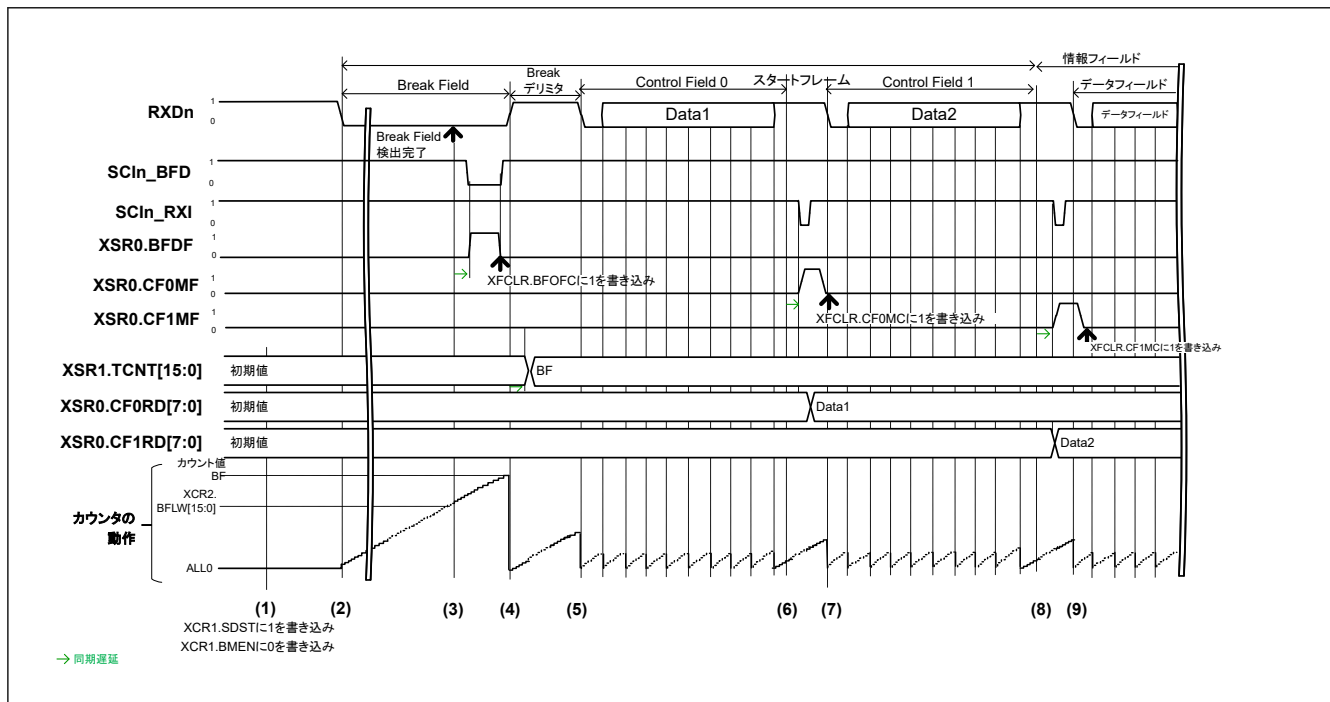
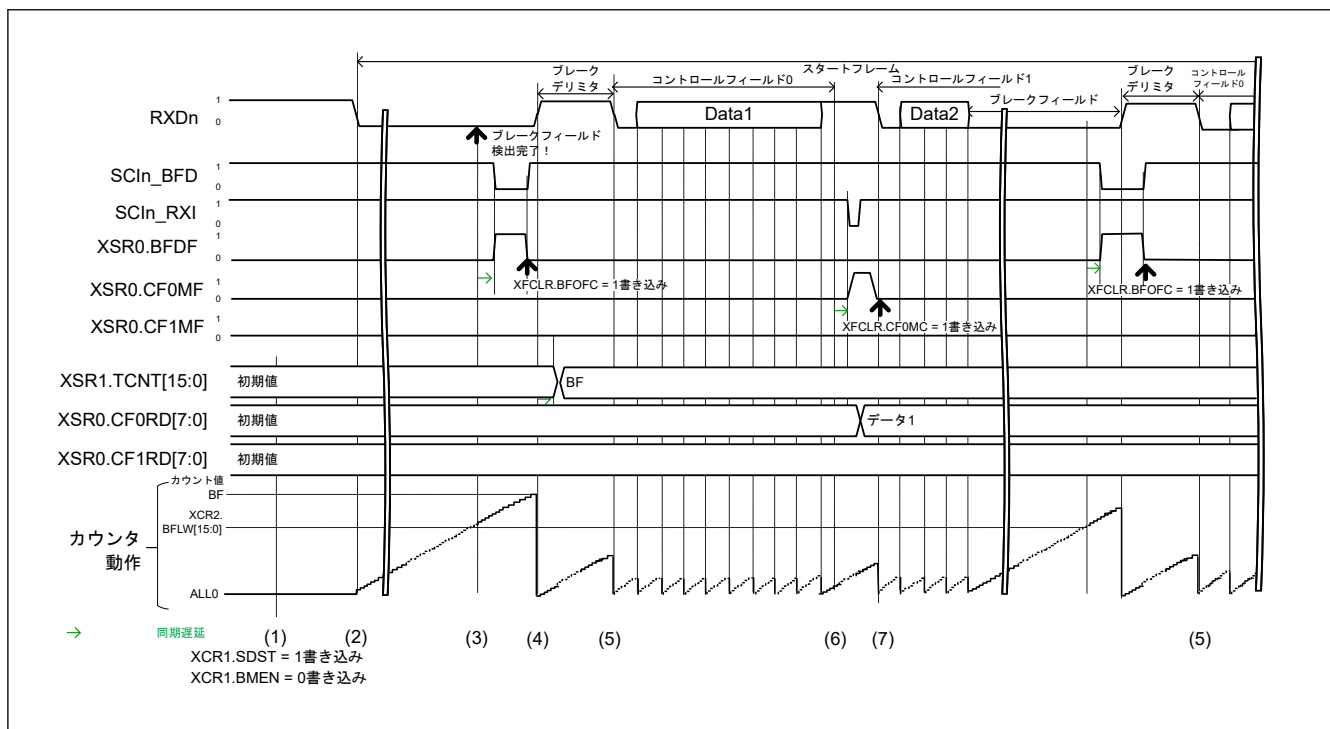
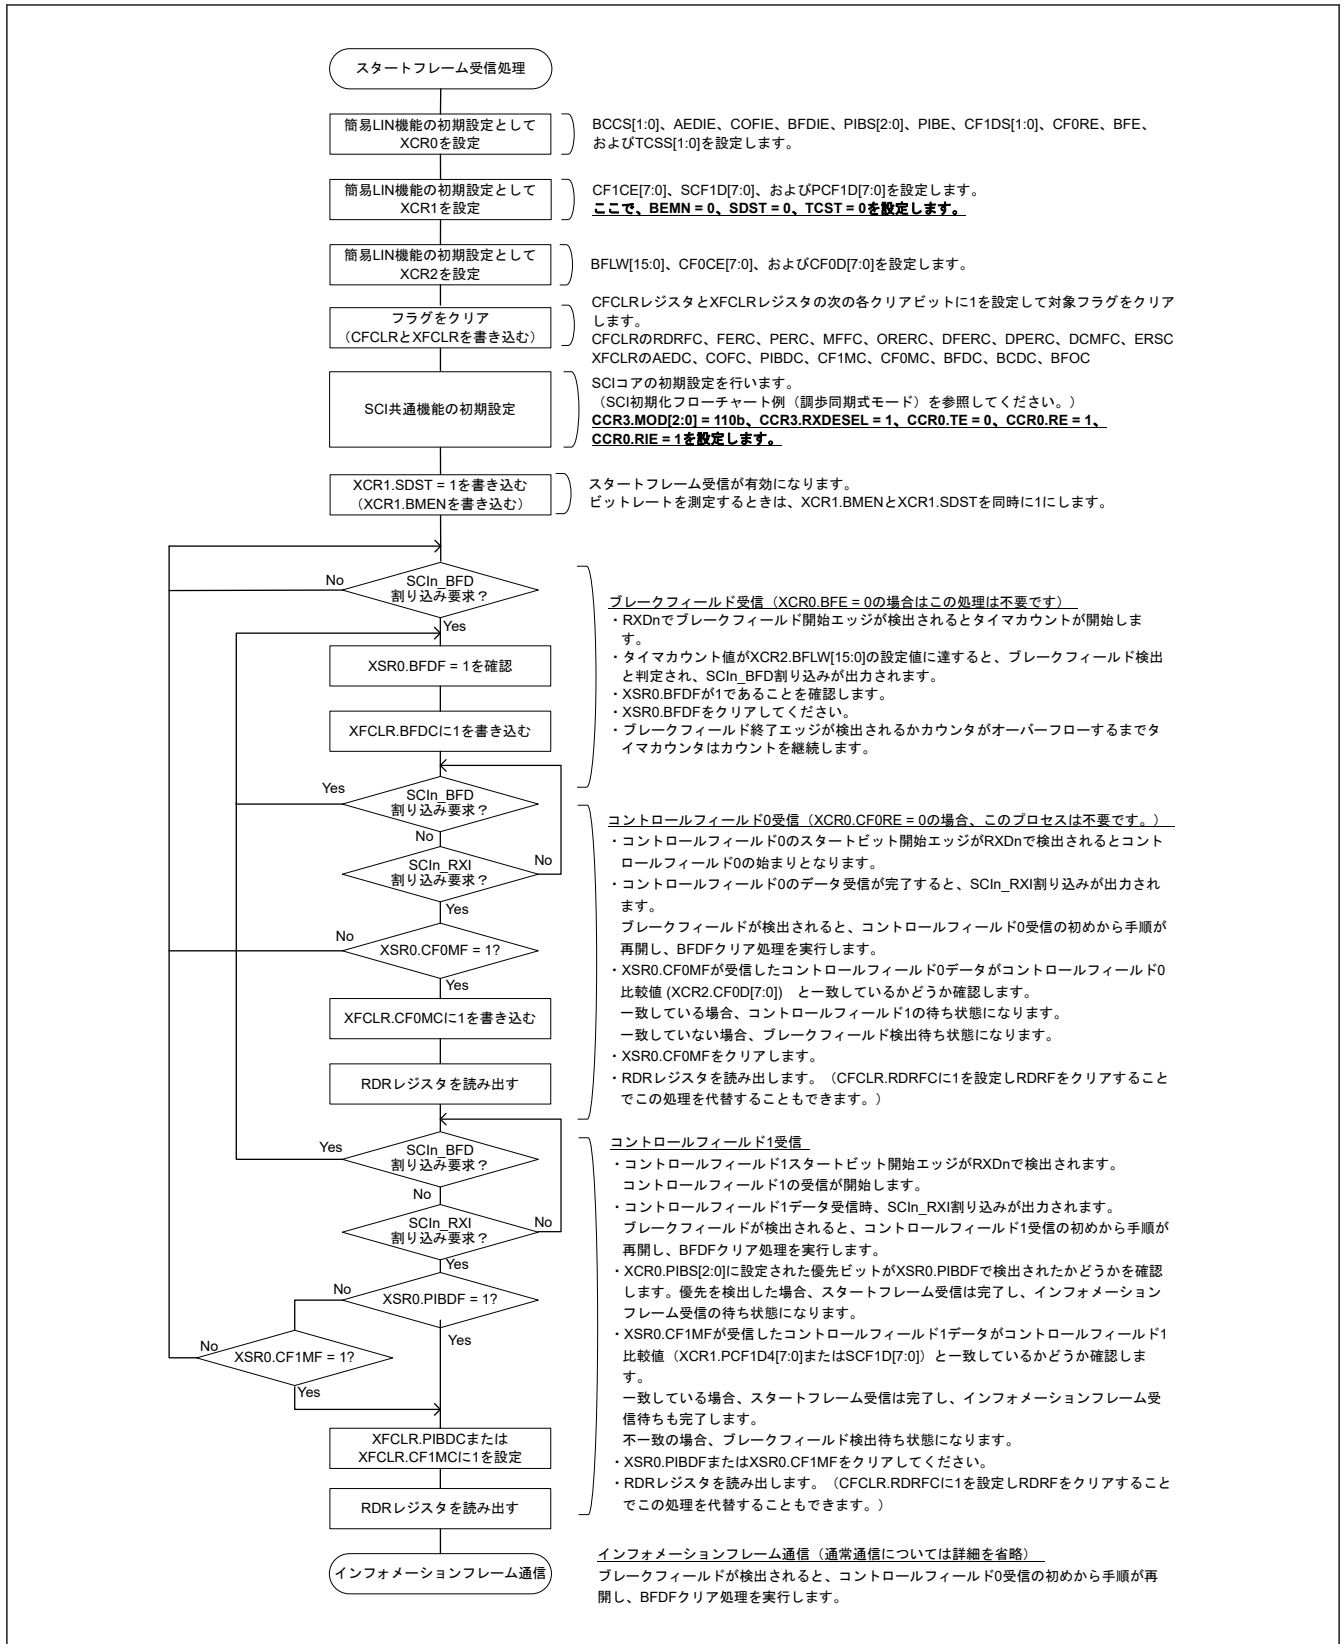
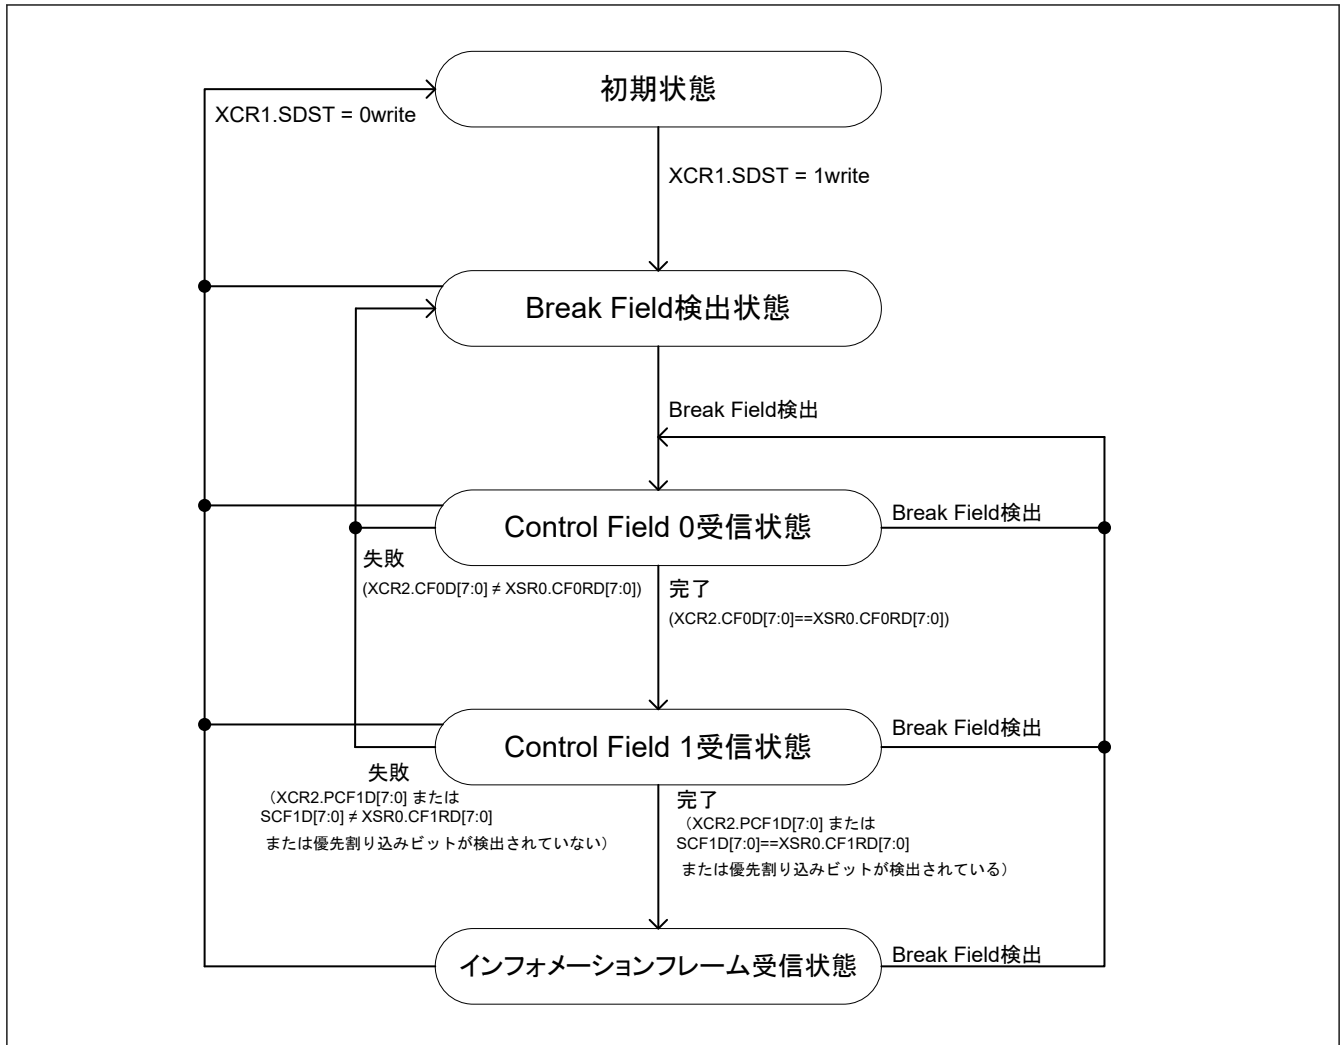

図 28.105 スタートフレームの通常受信例 (PIB は未使用)
図 28.106 Control Field 1 の場合に Break Field を検出するスタートフレーム受信例 (PIB は未使用)
図 28.107 スタートフレーム受信フローチャート例
図 28.108 スタートフレーム受信の状態遷移図
図 28.105 に、Break Field、Control Field 0、および Control Field 1 で構成されたスタートフレームの通常受信例を示します。図 28.106 に、Control Field 1 の場合に Break Field を検出する受信例を示します。図 28.107 にスタートフレームの受信フローチャートを、図 28.108 に状態遷移図を示します。
- SCI コアが Control Field 0 の受信を開始します。簡易 LIN はエッジインターバルを継続してカウントするため、簡易 LIN は XCR2.BFLW[15:0] に設定されている期間以上の Low を Break Field の検出として判断します。Break Field が Control Field 0 フェーズで検出されると、SCI コアは Control Field 0 を再度受信するまで待機します(図 28.106)。
(1)～(7) は、図 28.105 のスタートフレーム受信例の (1)～(7) と同じです。
(8) XCR0.PIBS[2:0] ビットに指定されている値が、設定されている XCR1.PCF1D[7:0] 値と一致する場合、XSR0.PIBDF は 1 になり、SCI がインフォメーションフレームの通信を実行します。もし設定されている XCR1.PCF1D[7:0] 値とも設定されている XCR1.SCF1D[7:0] 値とも受信の Control Field 1 データが一致せず、かつ優先割り込みビットが検出されない場合、SCI は Break Field 検出前の状態に遷移します。
(9) SCI がインフォメーションフレームの通信を行います。